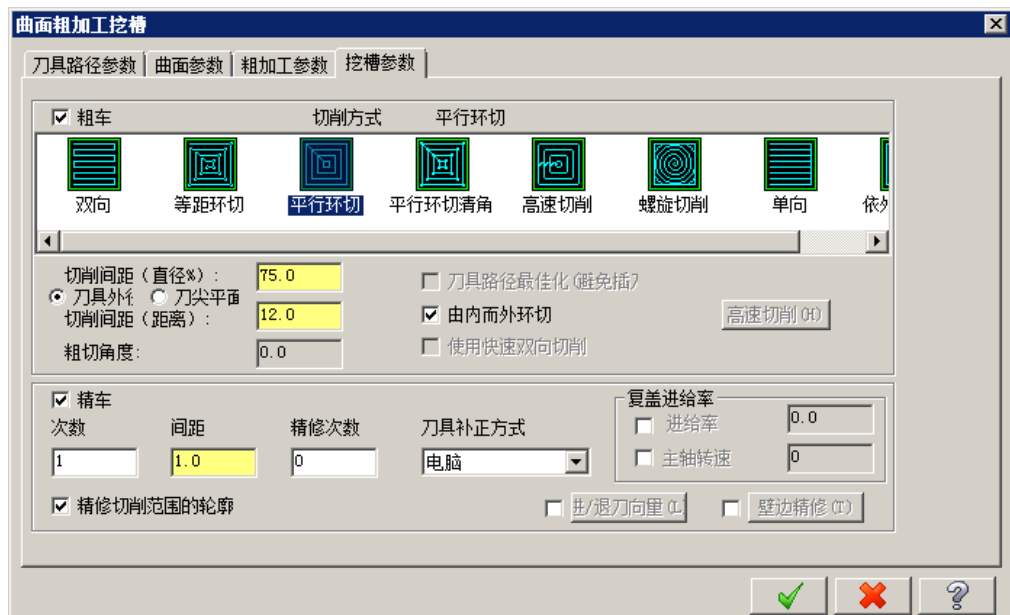

图 1.10 “挖槽参数”选项卡
(1) 单击切削深度 (D) 按钮，在系统弹出的“切削深度设置”对话框中选中绝对坐标单选项，然后在绝对的深度区域的最高位置文本框中输入值 3，在最低位置文本框中输入值 -25。单击按钮，系统返回至“曲面粗加工挖槽”对话框。
(2) 单击间隙设置 (G)... 按钮，在系统弹出的“刀具路径的间隙设置”对话框中选中切削顺序最佳化复选框，然后单击按钮，系统返回至“曲面粗加工挖槽”对话框。
Step10. 设置挖槽参数。在“曲面粗加工挖槽”对话框中单击挖槽参数选项卡，设置参数如图 1.10 所示。
Figure 1-10 shows the selection of the edge line for the extrusion feature. A dashed arrow points to the edge line of the rectangular base, with the text "选取此边线" (Select this edge line) next to it.